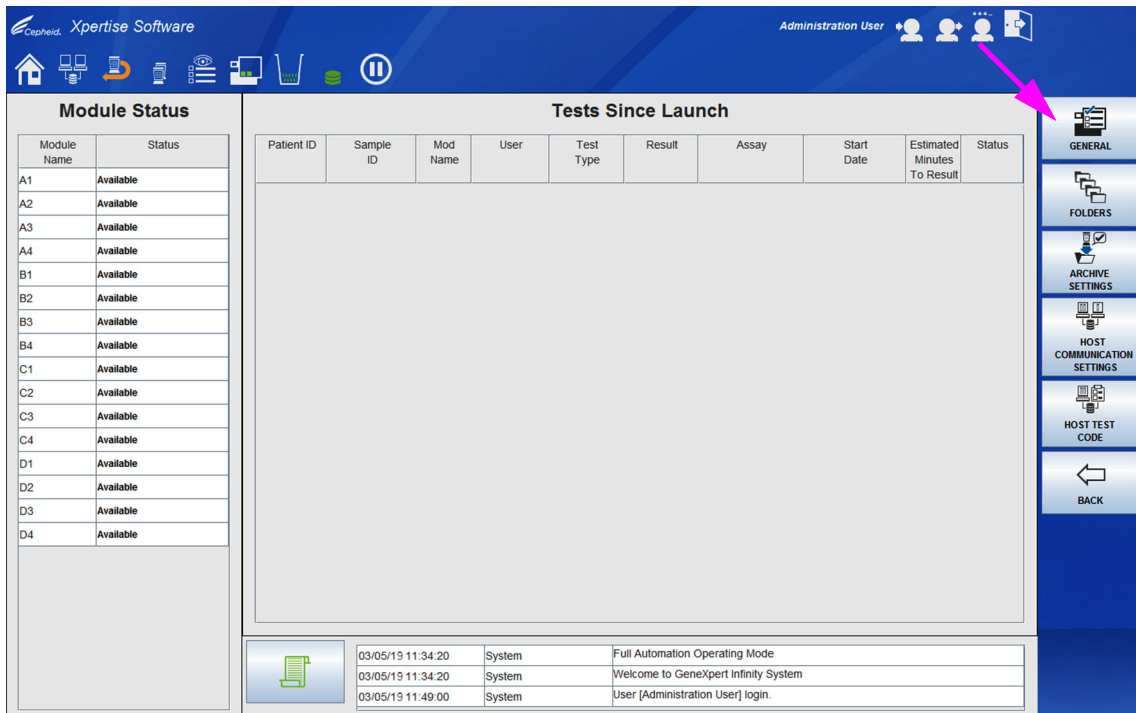
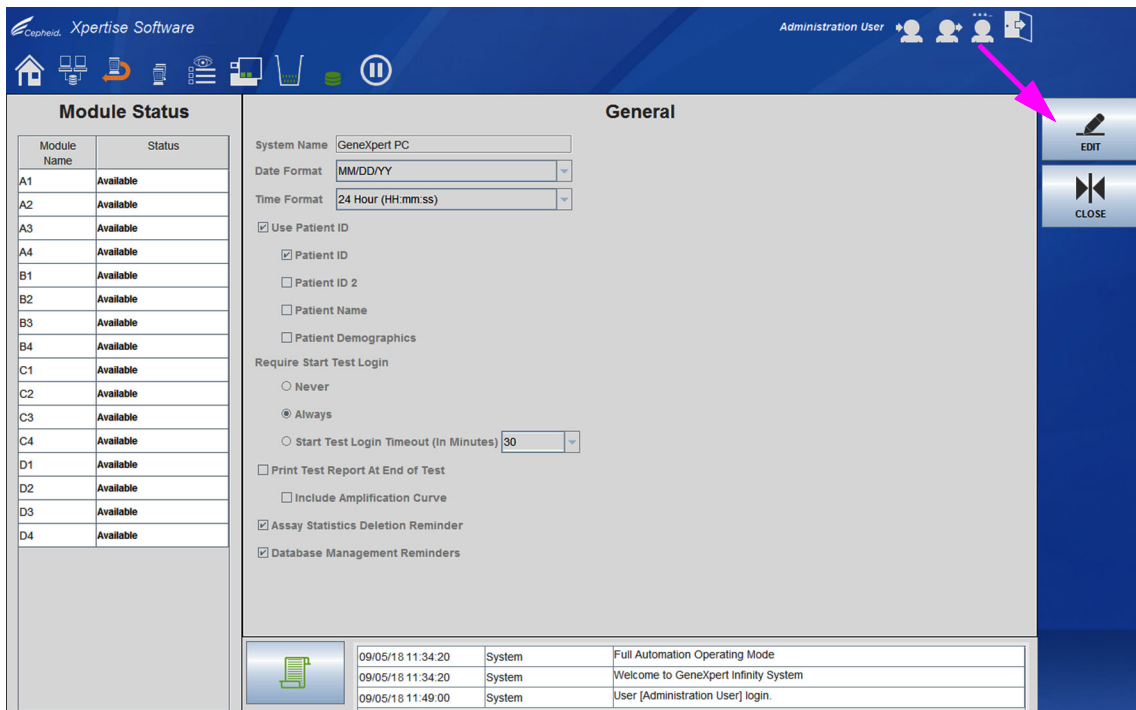
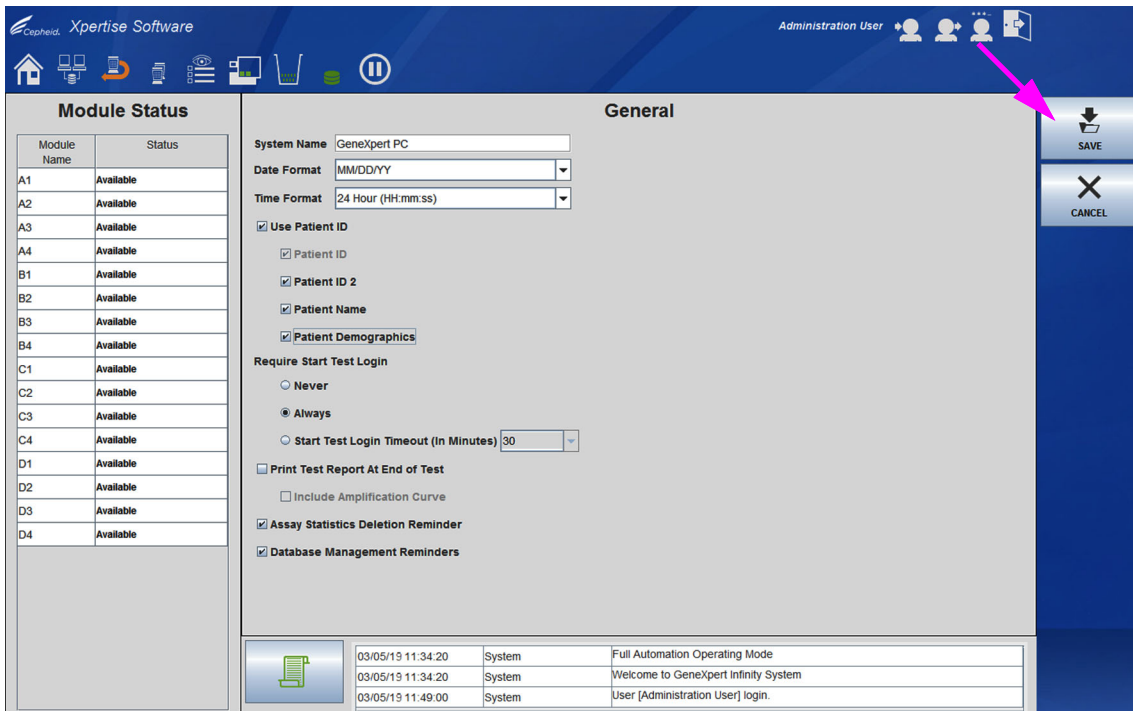

图 2-23. 系统配置菜单
图 2-24. 常规工作区
图 2-25. 激活的常规 (General) 工作区
2. 选择**常规 (GENERAL)** 按钮。请参见图 2-23。常规 (General) 工作区会显示。请参见图 2-24。
3. 要激活常规 (General) 工作区，选择**编辑 (EDIT)** 按钮。请参见图 2-24。此时，常规 (General) 工作区已被激活，并且可如图 2-25 中所示进行编辑。
6. 在完成常规 (General) 工作区的所有项目后，选择**保存 (SAVE)** 按钮以保存更改（参见图 2-25）或选择**取消 (CANCEL)** 按钮以取消更改。
2. 选择**文件夹 (FOLDERS)** 按钮以显示文件夹 (Folders) 工作区。请参见图 2-23。
2. 选择**存档设置 (ARCHIVE SETTINGS)** 按钮以显示存档设置 (Archive Settings) 工作区。请参见图 2-23。